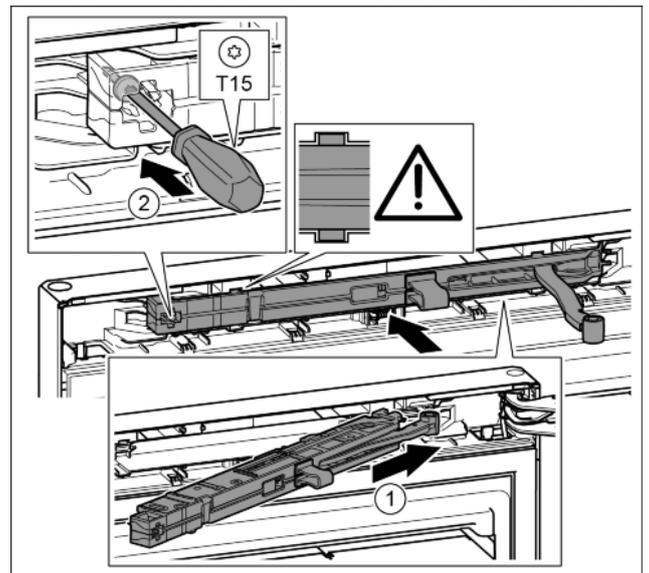

Fig. 20
- ▶ Вставить узел амортизатора со стороны опорного кронштейна в выемку до упора под наклоном. Fig. 20 (1)
- ▶ Затянуть винт отверткой T15. Fig. 20 (2)